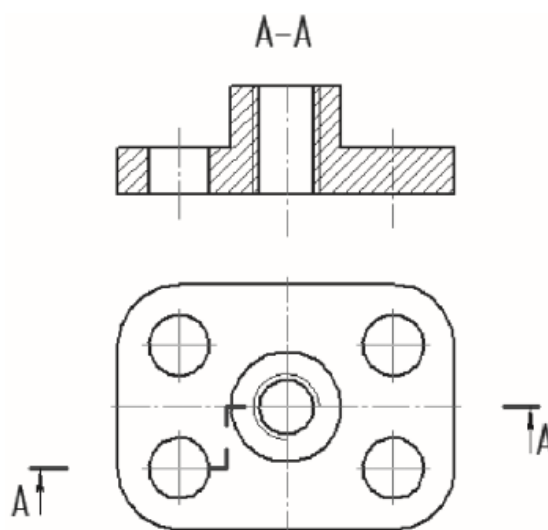

Рис.22. Штриховка
8. Заштриховать нужные области  и построить новые (рис. 22).